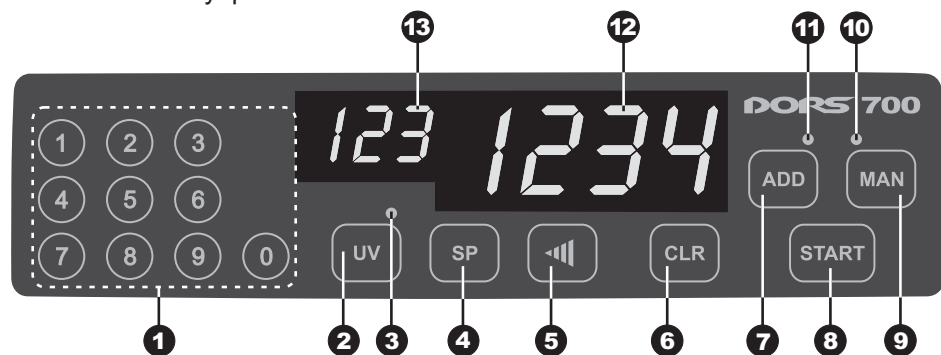

Рис. 1. Внешний вид
2. Включите счётчик, начнется процесс самотестирования. Убедитесь, что во время самотестирования вращаются колёса укладчика  (см. рис. 1) и ролики подающего кармана, на индикаторах отображения счёта и пачки высвечиваются цифры «0» и загораются индикаторы ,  и  (см. рис. 2). После окончания самотестирования на четырехразрядном индикаторе отображается «0» и раздаётся звуковой сигнал. После этого счётчик готов к счёту банкнот.
3. Настройте зазор механизма подачи банкнот. Необходимый зазор установлен на заводе-изготовителе с учетом специфики пересчитываемой валюты. Однако, если счётчик часто останавливается в процессе пересчёта и на индикаторе появляется сообщение об ошибке «Chn Err» или «dbL Err», то необходимо немного повернуть винт установки толщины пересчитываемых банкнот  (см. рис. 1) по часовой стрелке (в сторону уменьшения зазора). Если же после остановки счётчика на индикаторе появляется сообщение «HJ Err» или «SE Err», то необходимо немного повернуть винт установки толщины пересчитываемых банкнот  (см. рис. 1) против часовой стрелки (в сторону увеличения зазора).
Непрерывная цепочка: банкноты не могут быть разделены так, чтобы их можно было считать.	Настройте зазор механизма подачи банкнот для работы с более тонкими банкнотами. Удалите слипшиеся банкноты. Необходимый зазор обеспечивается вращением винта ❶ (см. рис. 1) по часовой стрелке.
Обнаружена двойная или очень темная банкнота.	Удалите банкноту из приемного кармана. Настройте зазор механизма подачи банкнот для работы с более тонкими банкнотами. Необходимый зазор обеспечивается вращением винта ❶ (см. рис. 1) по часовой стрелке. Установите нужный уровень оптической плотности.
Застревание банкнот в подающем кармане, счётчик не может загрузить банкноты из подающего кармана.	Правильно установите направляющие банкнот. При необходимости настройте зазор механизма подачи банкнот для работы с более толстыми банкнотами. Необходимый зазор обеспечивается вращением винта ❶ (см. рис. 1) против часовой стрелки.